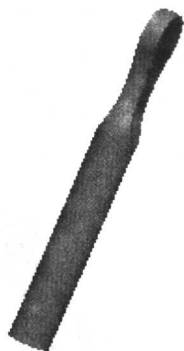

图 1.1.7
- (5) 完成特征截面后，单击工具栏中的完成图标.
- (6) 在操控板中，选取双侧深度类型均为.
- (7) 在操控板中，单击预览图标，可浏览所创建的切削特征。
- (8) 在操控板中，单击完成图标，则完成特征的创建。
Step5. 添加如图 1.1.7 所示的镜像复制特征，相关操作如下。